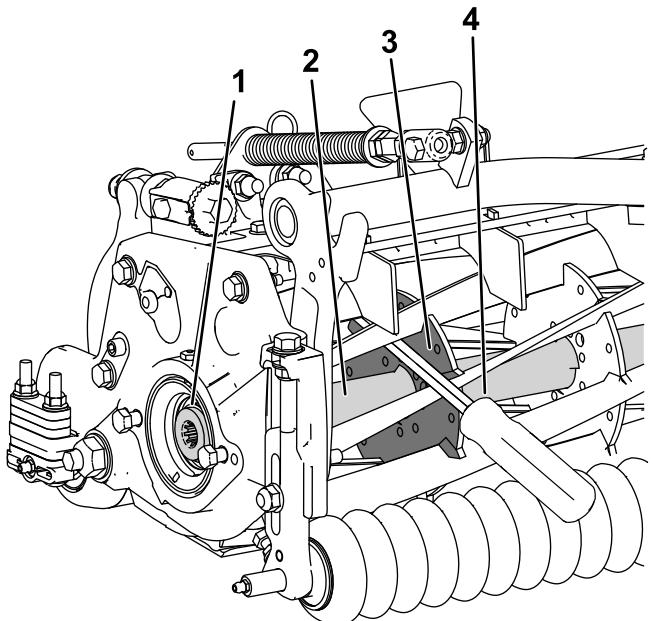

图 27
- 将一根长柄撬棍建议尺寸为 0.95cm x 30.48cm 带螺丝刀柄插入滚刀组前面最靠近需要扭转的滚刀组一侧图 27。
- 将撬棍靠着内部滚刀组加强板的焊接侧放置图 27。